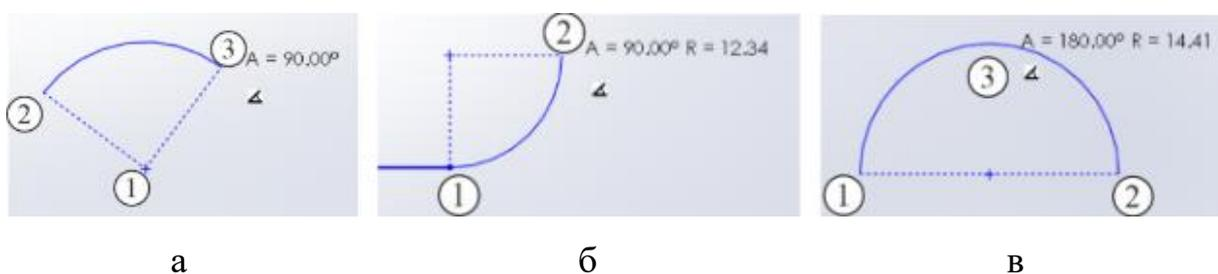

Рисунок 2.10 – Методи побудови дуг
1. **Центр дуги (Centerpoint Arc)** – необхідно задати координати центру і однієї з крайніх точок, а потім зафіксувати кут дуги (третья точка) (рис. 2.10, а).
2. **Дотична дуга (Tangent Arc)** – команда може застосовуватися для кінцевої точки існуючого об'єкта (рис. 2.10, б). Після її виконання між об'єктами автоматично встановлюється взаємозв'язок **Дотичність**.
3. **Дуга через три точки (Point Arc)** – вимагає вказівки двох крайніх точок дуги, а шляхом переміщення третьої встановлюється значення радіуса (рис. 2.10, в).